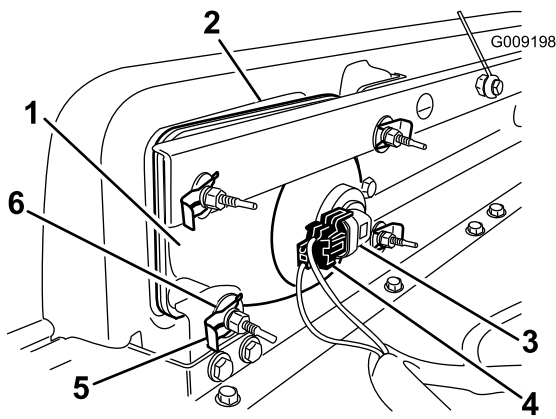

Figura 34
2. Retire el faro desplazándolo hacia adelante y pasándolo por el hueco del parachoques delantero (Figura 34).
- Introduzca el faro nuevo a través del hueco del parachoques (Figura 34). Asegúrese de que las clavijas quedan alineadas con los taladros del soporte de montaje del parachoques.